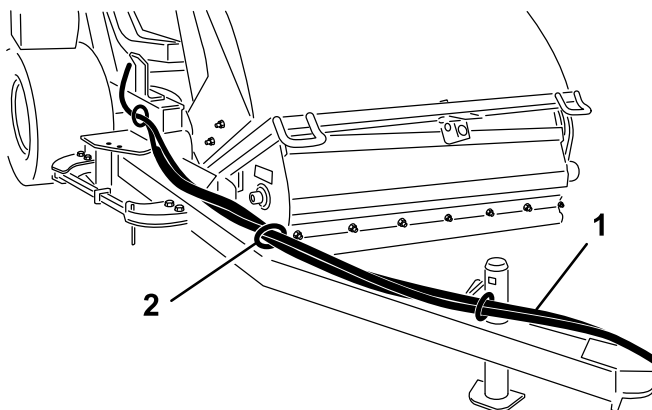

Figura 11
1. Faça passar as mangueiras hidráulicas e a cablagem através das guias das mangueiras até à frente da lança de reboque (Figura 11).